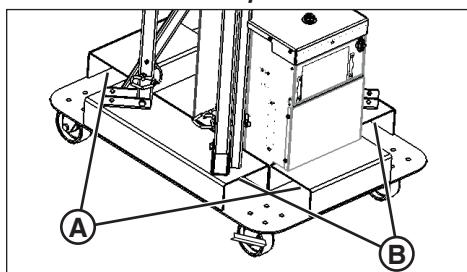

Figura 5
La torre de iluminación portátil está equipada con dos conjuntos de cavidades para grúa horquilla: una a un lado de la unidad (A, Figura 5) y otra en la parte delantera y trasera de la unidad (B).